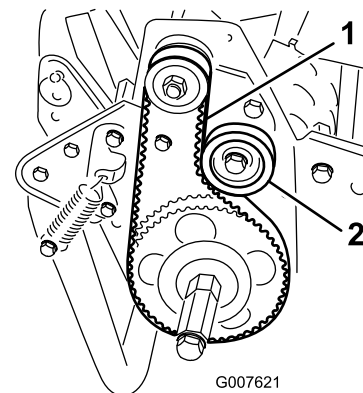

Bild 38
2. Überprüfen Sie die Spannung. Bringen Sie hierfür eine Kraft von 18-22 N in der Mitte des Riemen zwischen den Riemenscheiben auf (Bild 38). Der Riemen muss sich 6 mm durchbiegen lassen.
- A. Losen Sie die Befestigungsmutter der Spannscheibe und drehen Sie die Spannscheibe nach rechts gegen die R­uckseite des Riemen, bis Sie die gew­unschte Riemen­spannung erzielt haben (Bild 38).